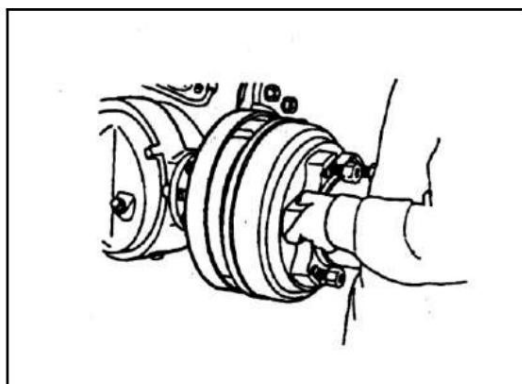

Figura 5-4
4) Retire el tambor de freno y el cubo de la rueda (véase la figura 5-4);